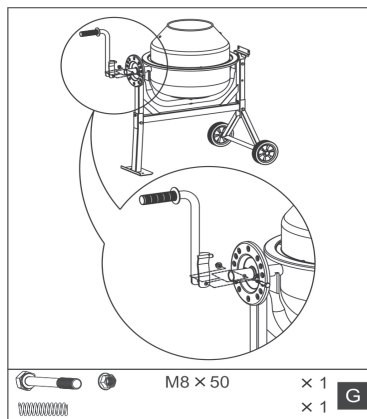

Abb.11
8. Setzen Sie die Feder in das offene Ende des Schwenkhebels. Eine Person drückt den Schwenkhebel mit Feder auf die Welle bis Verbindungslöcher zu sehen sind, eine weitere Person schiebt die entsprechende Schraube durch Schwenkhebel und Welle. Fixieren Sie die Schraube (G), Abb.11.